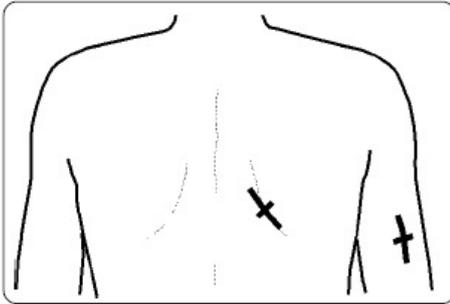

fig. 3)
- Tricipital et sous scapulaire chez l'homme (fig. 3)